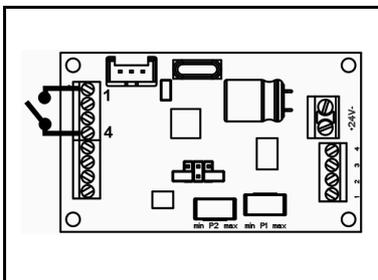

Fig. 12: Startsignal
→ Das Startsignal an COM4 anschliessen (vgl. Fig. 12).
→ Das Startsignal an COM4 anschliessen (vgl. Fig. 12)
- Das Startsignal an COM4 anschliessen (vgl. Fig. 12)